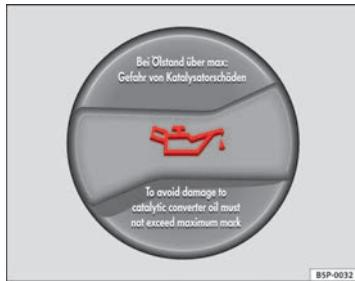

Fig. 126 Tapón de la boca de llenado de aceite del motor en el vano motor
- Desenrosque el tapón de la boca de llenado de aceite del motor ⇒ fig. 126.